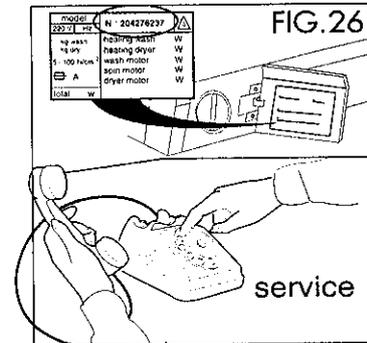

FIG.26
- 3) Il numero di matricola della macchina riportato sulla targhetta situata all'interno del portello filtro (Fig.26)